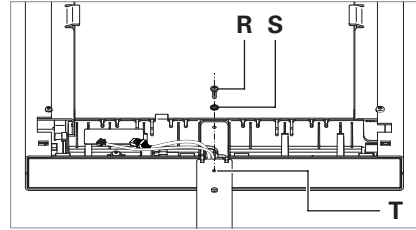

Fig. 9: Sécuriser la tête du luminaire.
- ▶ Vissez fermement la vis **R** avec la rondelle crantée **S** dans le trou **T** du tube porteur, voir Fig. 9.